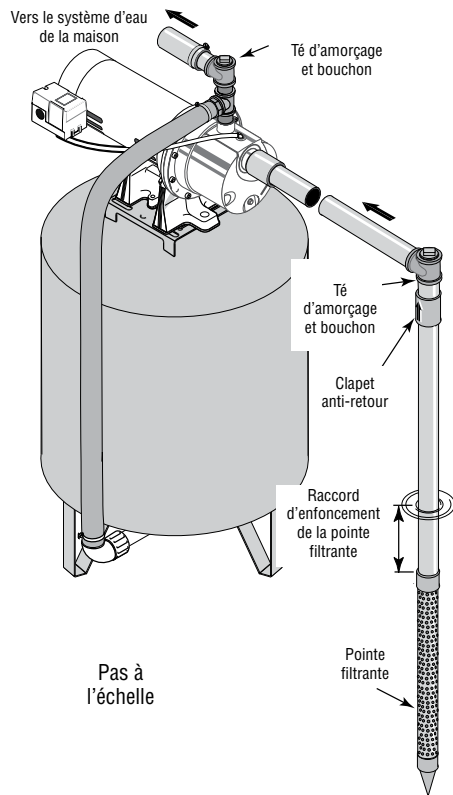

Figure 1: Installation avec une pointe filtrante
Installation de la pointe filtrante (Figure 1)
- 3 ° Utiliser le moins possible de raccords (en particulier des coudes) lorsque l'on branche la tuyauterie de la pointe filtrante sur l'orifice d'aspiration de la pompe. Le diamètre du tuyau d'aspiration doit être au moins aussi grand que le diamètre de l'orifice d'aspiration de la pompe (y compris le clapet anti-retour si la pompe n'en comporte pas un - voir la Figure 1). Supporter le tuyau de façon qu'il ne soit pas cintré afin qu'il n'exerce pas de contraintes sur le corps de la pompe; de plus, il doit être légèrement incliné vers le haut, du puits jusqu'à la pompe (les points hauts risquent de causer des poches et des bouchons d'air dans la pompe). Rendre étanches les raccords du tuyau d'aspiration avec du ruban d'étanchéité en PTFE pour filetage ou une pâte pour raccords filetés à base de PTFE. Les raccords doivent être étanches à l'air et à l'eau. Si le tuyau d'aspiration aspire de l'air, la pompe ne pompera pas l'eau du puits. Si une pointe filtrante ne fournit pas suffisamment d'eau, considérer brancher deux ou trois pointes filtrantes sur un même tuyau d'aspiration.